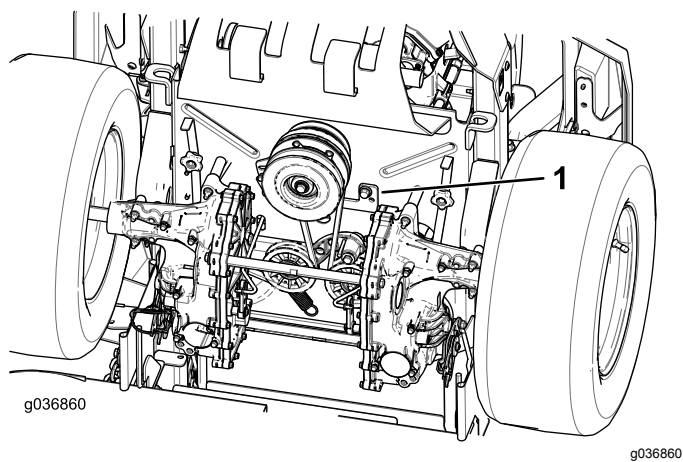

Bild 67
5. Entfernen Sie den Kupplungsanschlag (Bild 67).
9. Montieren Sie den Kupplungsanschlag (Bild 67).